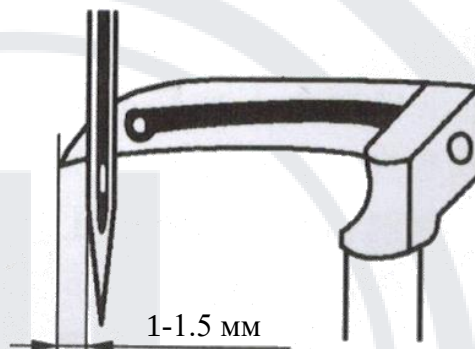

Рис. 8
- 1) Высота устройства подачи А (Рис. 8) определяется качеством и толщиной швейных материалов. Для закрывания тонких материалов, таких как пакеты из ткани и пластика, поверхность зубьев должна выступать на 1,8 мм выше верхней поверхности горловой пластины D, а для мешков - примерно на 2,2 мм выше горловой пластины. Для настройки переместите устройство подачи в самое верхнее положение, ослабьте гайку В и отрегулируйте устройство подачи, поднимая или опуская ее. Затяните винты В.